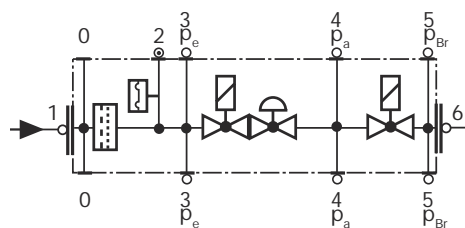

Рис. 27
- Заменяйте фильтр, если разница давления между точками 1 и 3 (Рис. 27)  $\Delta p > 10$  мбар.